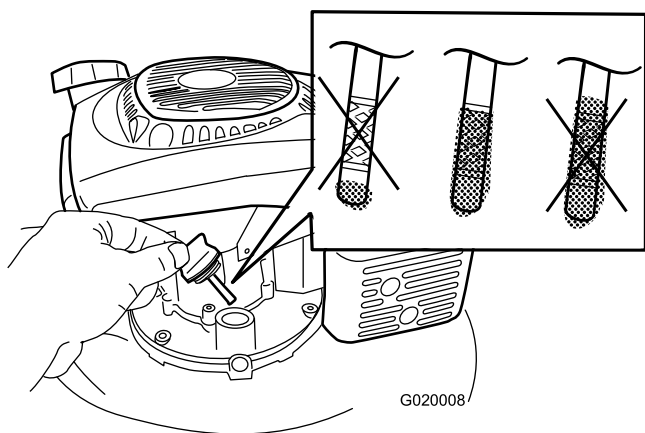

Figura 8
1. Rimuovete l'asta di livello, pulitela e inseritela nel bocchettone di riempimento dell'olio, **senza** avvitare (Figura 8).
2. Estraete l'asta e controllate il livello dell'olio (Figura 8). Se il livello dell'olio è inferiore alla tacca Add sull'asta, versate **lentamente** dell'olio nel foro di riempimento fino a portarne il livello alla tacca Full sull'asta. **Non riempite troppo.** (Riempimento massimo: 0,65 litri, tipo: olio detergente 10W-30 o SAE 30 con service classification API SJ o superiore.)